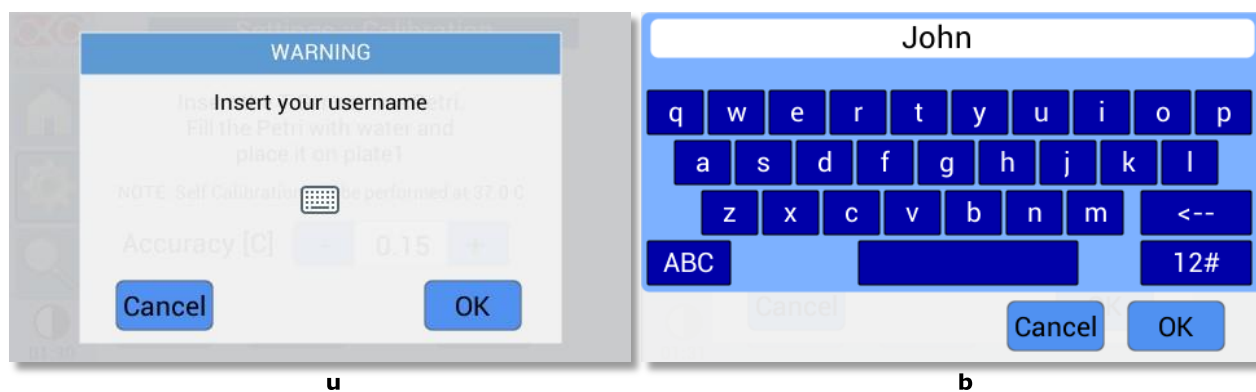

Figura 41. Input del nome utente. (a) Selezione della tastiera; (b) Nome dell'operatore Input
- 4 Digitare il proprio nome nella finestra di dialogo, come illustrato nella Figura 41